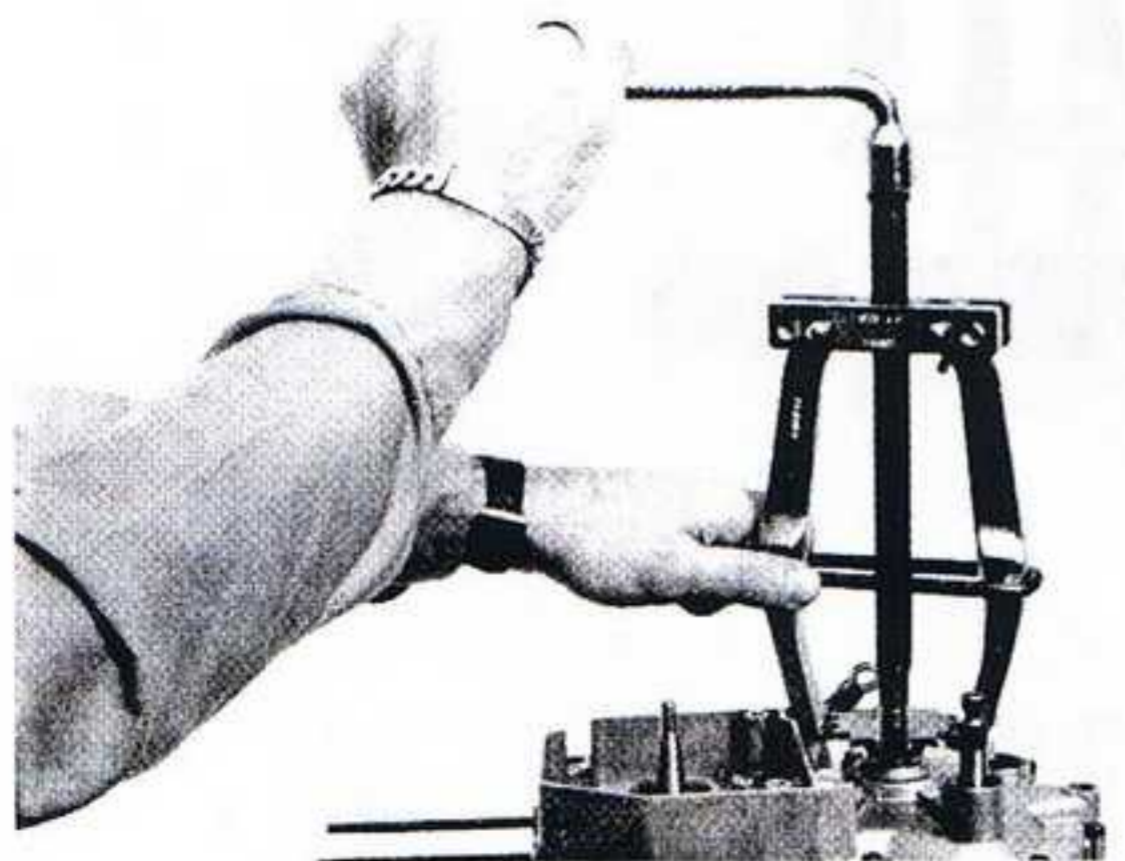

fig.20
- Enlever le pignon à l'aide de l'extracteur (type 71-VAR) (fig.20).